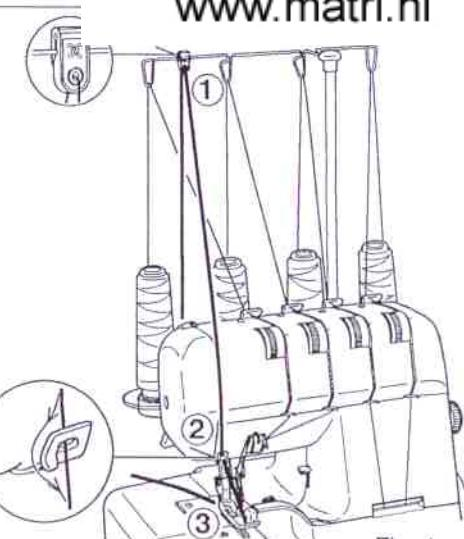

Fig. 1
1. Placer le guide-fil spécial amovible doté en accessoire sur l'antenne porte-fils (Fig.1).
2. Placer un fil de renfort, tel que fil de laine, cordonnet fin ou élastique, etc ... à l'arrière des porte-bobines de la machine. Passer le fil de renfort dans les guides spéciaux (1) et (2) montés sur la coque de la machine, puis dans le passe-fil de l'aiguille gauche (3). Voir Fig.1.
1. Colocar la guía del cordón en la barra guía del hilo (Fig. 1).
2. Colocar un cordón "rellenador" como algodón de ganchillo, guimpe, lana, hilo de punto o hilo arrugado elástico en la parte posterior del carrete de la máquina. Pasar el cordón a través de las gulas del cordón (1) y (2) y luego a través de la guía del hilo de la aguja izquierda (3). Ver Fig. 1.
1. Porre la guida del cordone sul sostegno guida filo. (Fig. 1).
2. Porre un cordone quale cotone da crochet, lana, filo di maglia o filo elastico, dietro il perno della spola di filo. Far passare il cordone attraverso il guida filo ago di sinistra (3) vedere Fig. 1.
1. Klik de extra, koordgeleider op de garenstandaard-antenne zoals afgebeeld.(Fig.1.)
2. Plaats een koordje van katoen, elastiek, of wollen draad, aan de achterzijde van de machine op de tafel. Geleid het koordje door de extra koordgeleiders (1) en (2) en daarna door de linker naalddraadgeleider (3). Zie Fig. 1.